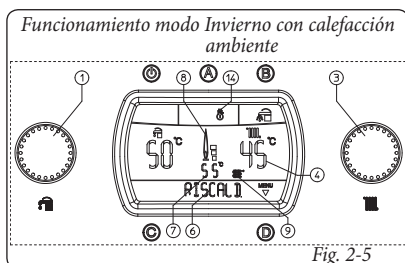

Fig. 2-5
Cuando es requerida calefacción ambiente, en el display (24) aparece "RISCALD." (Fig. 2-5) en el indicador de estado (6) y simultáneamente al encendido del quemador se enciende el indicador (8) de presencia de llama con su relativa escala de potencia y el indicador (9 y 7) con la temperatura instantánea en salida del intercambiador primario. En fase calefacción, la caldera, si la temperatura del agua del circuito es suficiente para calentar los radiadores, puede funcionar con sólo el circulador de caldera activado.